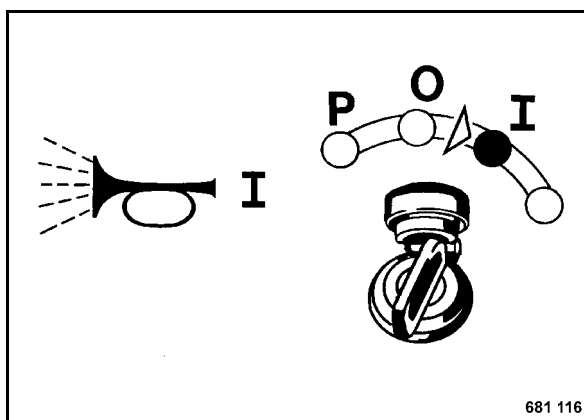

рис. 21
- Повернуть ключ зажигания в положение "I" (рис. 21).